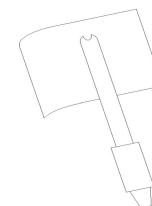
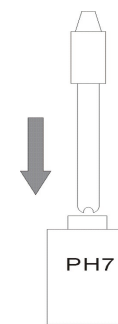

Abb. 1-3
Abb. 1-4
4.4 Wischen Sie die pH-Elektrode ab und tauchen Sie sie in die pH7 Pufferlösung. Abb.1-3. Abb.1-4